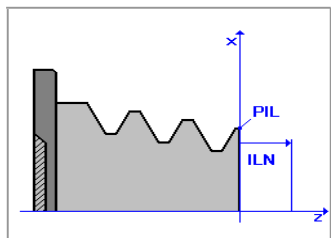

FIG. 4-22
- ILN** Distanza lungo l’asse Z del movimento in aria necessario affinché l’asse si porti alla velocità di avanzamento nominale sul punto iniziale della filettatura (**PIL**). Per maggiori dettagli vedi **FIG. 4-22**